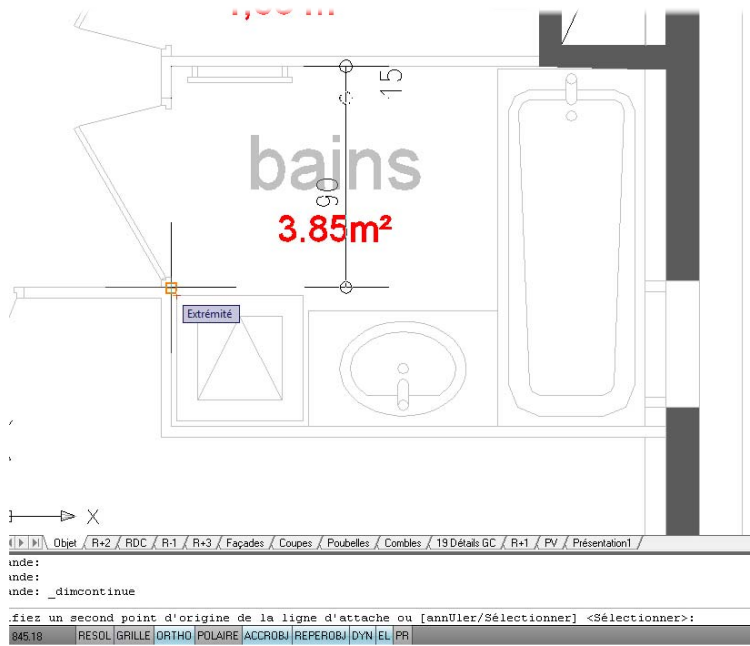

Figure 5.74
- Poursuivez la cotation de la pièce avec l'outil Cotation continue (voir Figure 5.74).